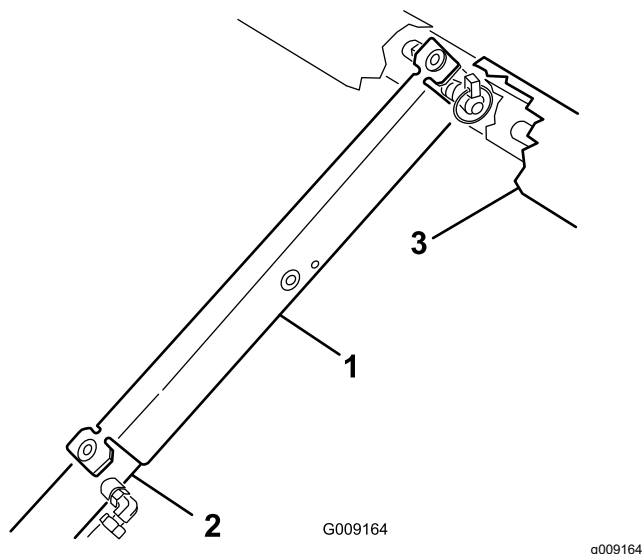

Figura 32
3. Spingete il supporto del pianale sull'asta del cilindro, assicurandovi che le alette alle estremità del supporto poggino sull'estremità della canna del cilindro e sull'estremità dell'asta del cilindro (Figura 32).